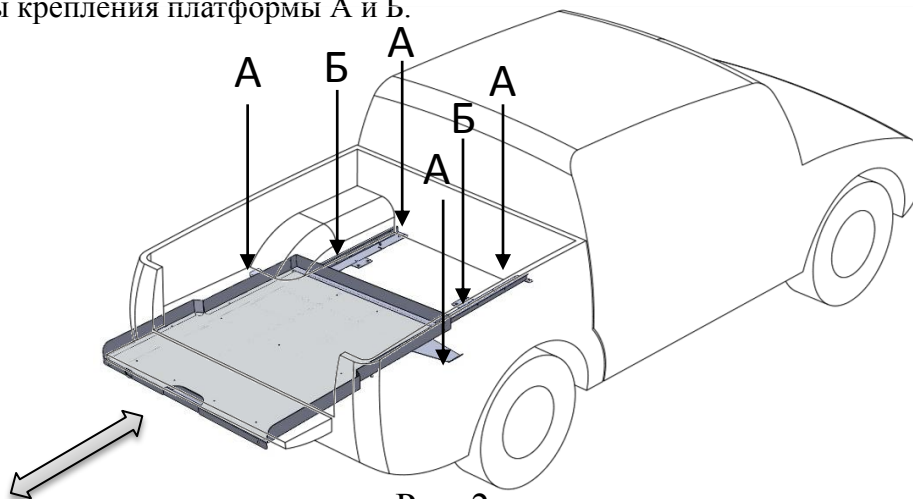

Рис. 2
5. Просверлить 4 отверстия под заклепки М8 через кронштейны Б (рис. 2).
7. Установить 4 заклепки М8 в отверстия Б (рис. 2).